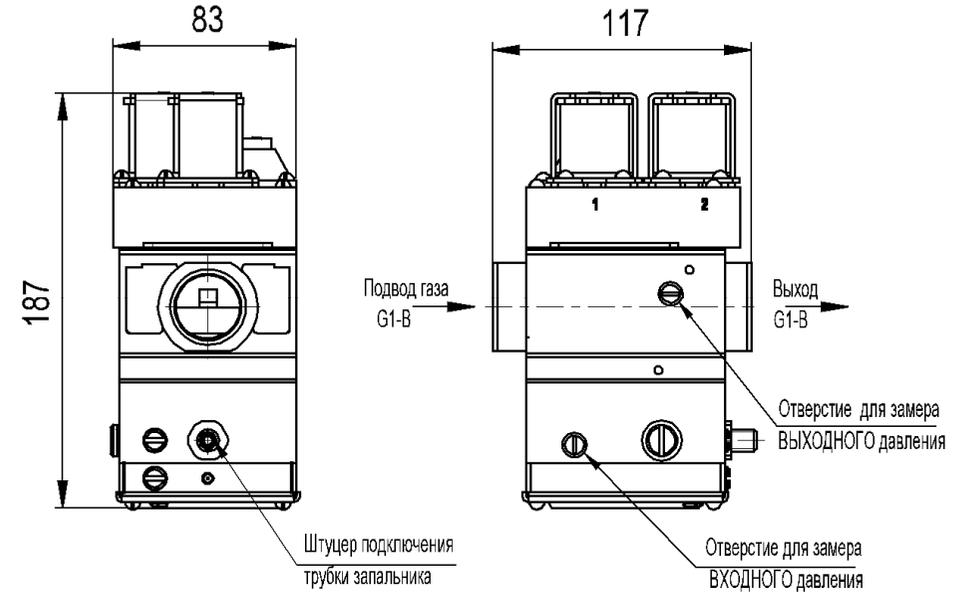
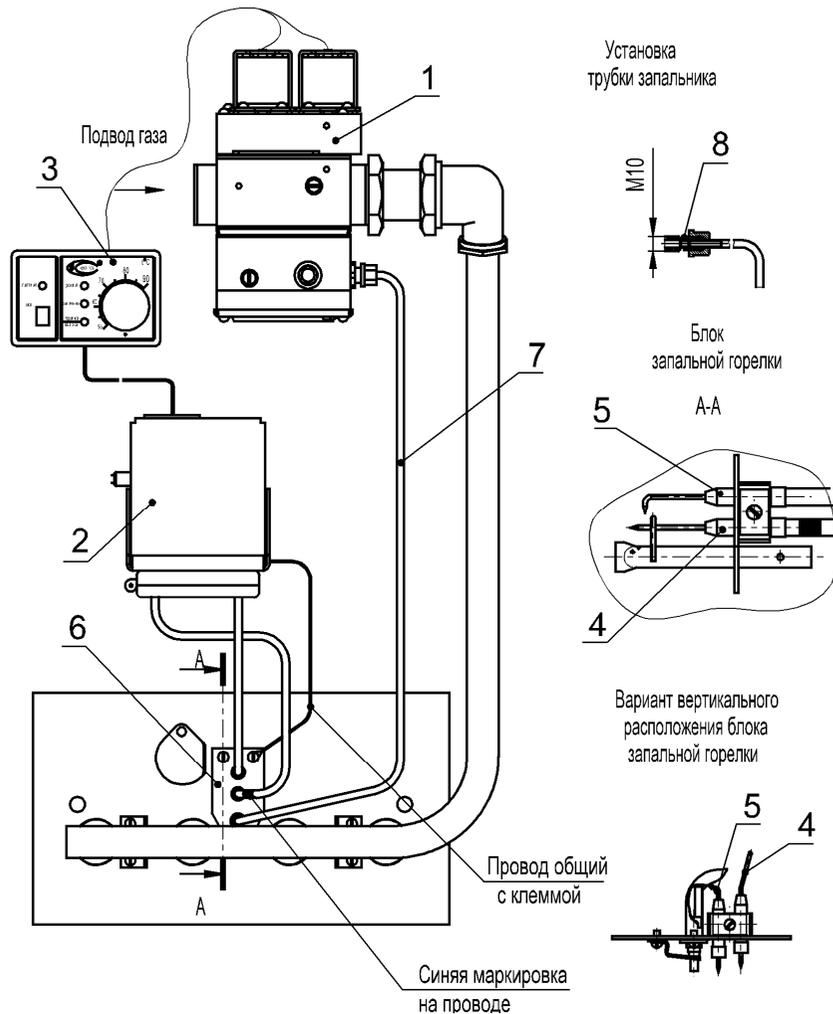
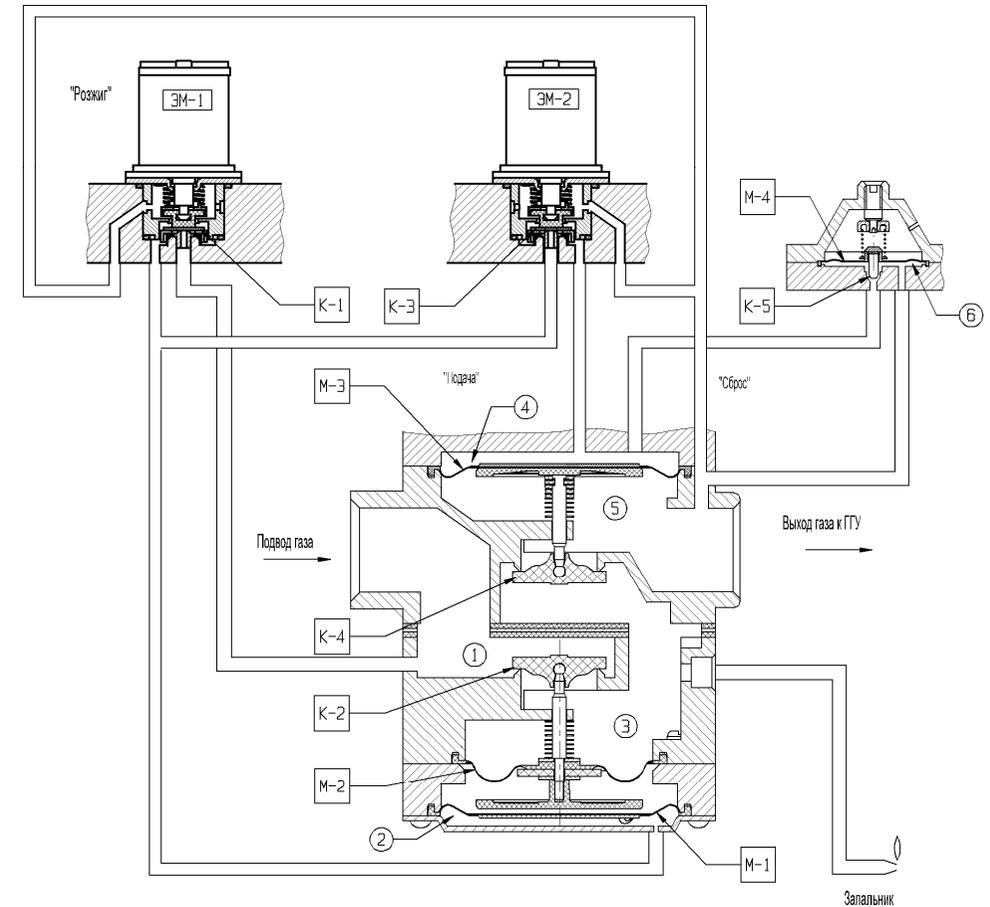

Рис. 1 Газовый блок
Рис.2 Схема установки автоматики САБК-ЭМ
Рис.3 Схема пневматическая газового блока
5.2 Габаритные и присоединительные размеры газового блока, приведены на рис. 1. Рекомендуемая схема установки автоматики САБК-ЭМ на газоиспользующую установку (котёл) представлена на рис.2, пневматическая схема газового блока на рис. 3.
5.3 Работа газового блока (рис.3) происходит в следующем порядке:
- в исходном положении клапаны К1, К2, К3, К4, К5 закрыты. Входное давление $P_{вх}$ поступает в полость (1).
- при подаче напряжения на электромагнитную катушку ЭМ-1 клапана К1 клапан открывается, газ начинает поступать в полость (2) и, с повышением в ней давления, мембрана М-1 преодолевает усилие пружины и давление на мембрану М-2, и поднимает штоком клапан К-2. После этого газ поступает через полость (3) в запальную горелку, где воспламеняется электродом розжига;
- при подаче напряжения на электромагнитную катушку ЭМ-2 рабочего клапана К2 клапан открывается и газ поступает в полость (4). Давлением газа мембрана М-3 опускается и открывает клапан К-4. Газ из полости (3) поступает в полость (5) и далее в горелочные трубы ГГУ.
ВНИМАНИЕ! Будьте осторожны при затягивании гайки на трубке запальной горелки во избежание поломки. Установка герметизирующих прокладки 8 (см. рис.2) обязательна.